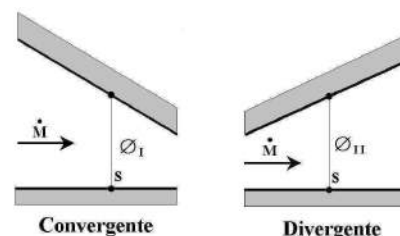

Figura 4
- d) Considere o convergente e o divergente, representados na figura 4, através dos quais circula o mesmo caudal mássico. Sabendo que as secções "s" também são iguais ($\varnothing_I = \varnothing_{II}$), indique em qual dos casos é maior o coeficiente local de transferência de calor por convecção. Justifique a resposta.